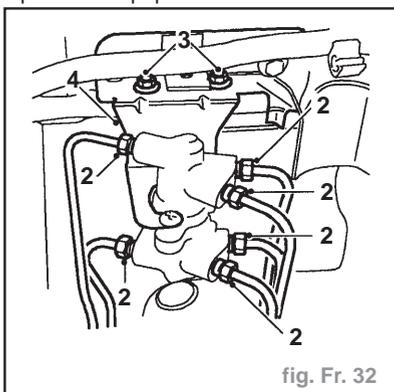

fig. Fr. 32
- Débrancher 6 tuyaux de frein (2) de la soupape (fig. Fr. 32).
- Enlever 2 écrous (3) maintenant le support de soupape sur le tablier.